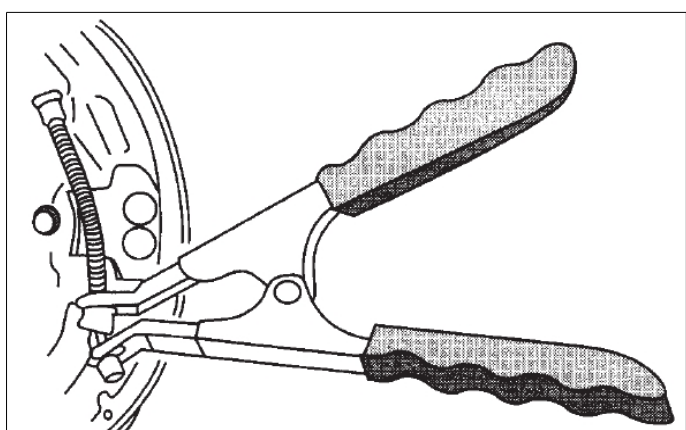

Fig. 9
1. Tenere il MASTERKIT verso il basso (il dispositivo di regolazione punta verso il basso). Incastare il cavo del freno a mano (Fig. 9).
3. Incastare il cavo del freno a mano (Fig. 9).